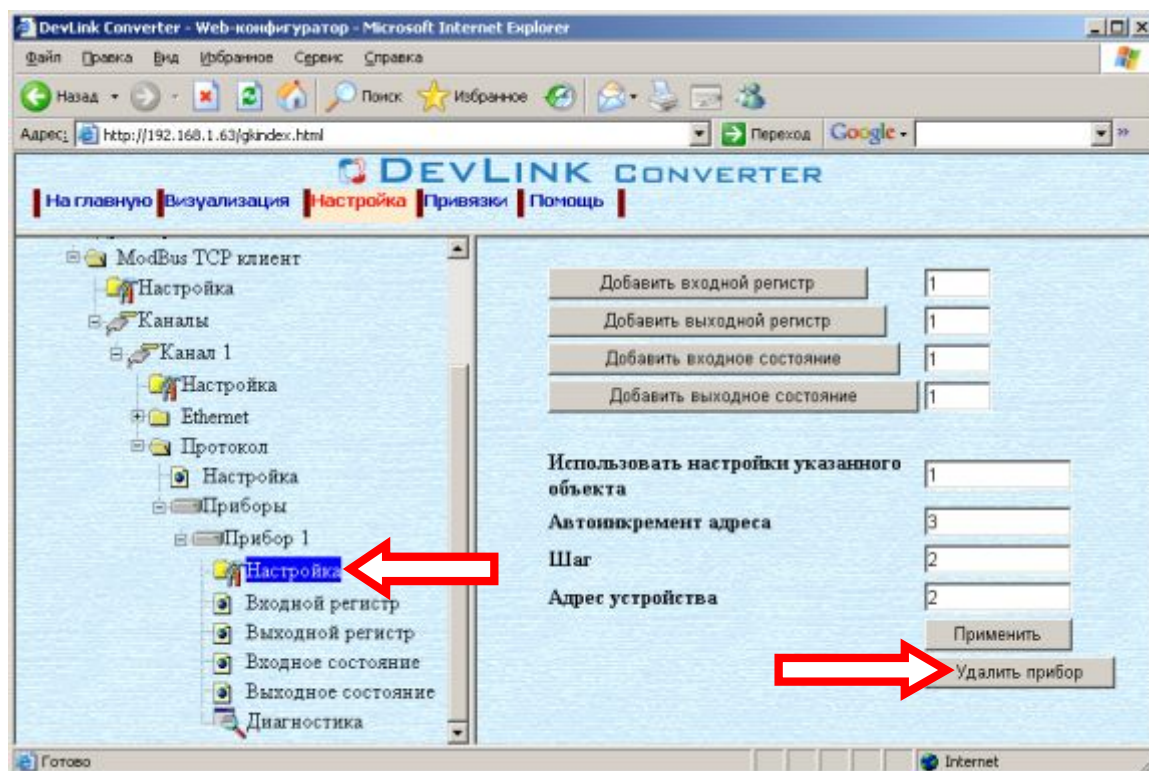

Рисунок 3.6 – Удаление прибора из канала
- Перейдите на *страницу «Настройка»* необходимого для удаления прибора. В результате в правом фрейме (фрейм «Настройка») конфигуратора появится элемент кнопка *«Удалить прибор»* (рисунок 3.6).